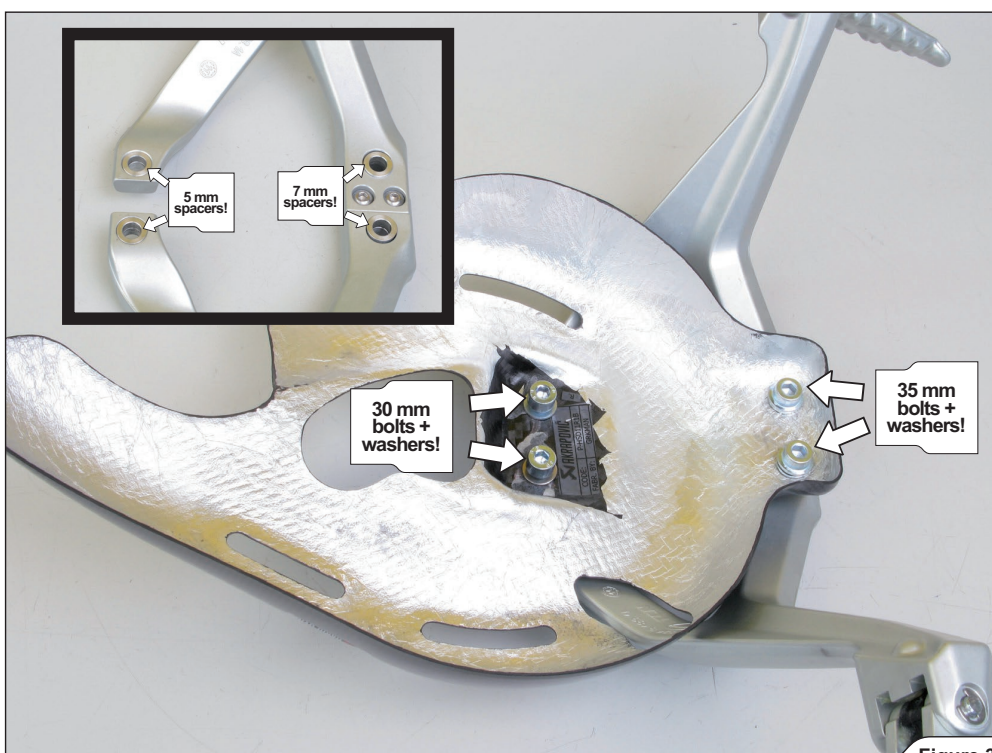

Figure 30
5. パッセンジャーフットペグを使用するタイプのみ: Akrapovič 取り付けキットに付属のスペーサー、ボルト、ワッシャーを使用して、ヒートガードとパッセンジャーフットペグをサブフレームに取り付けます(図 30、31)。